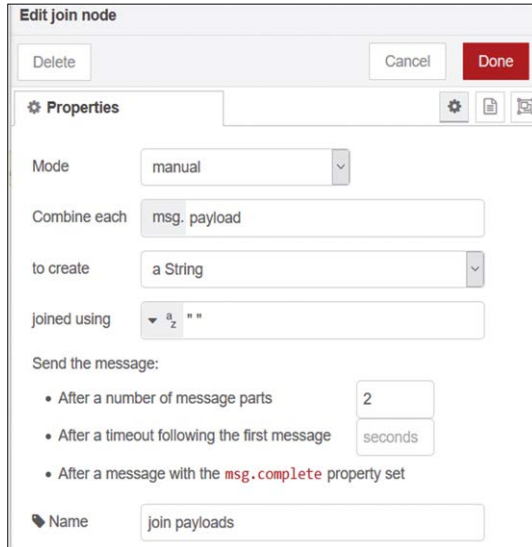

Figure 4.26 Modifier le nœud de jointure
- Créer un **rejoindre** noeud avec le nom **joindre les charges utiles**. Double-cliquez sur ce nœud et modifiez comme indiqué dans la figure 4.26. Notez que les parties du message sont définies à 2 et séparées par un caractère d'espace. Cliquez **Terminé**